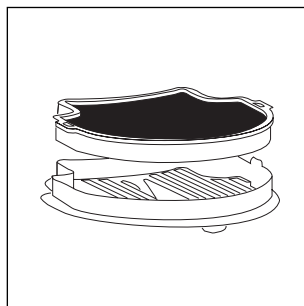

Fig. 16
- Haal de achterste filter weg (fig. 16).